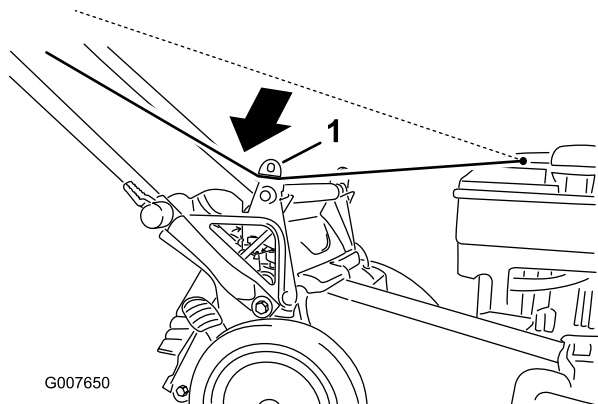

Figura 21
1. Avvolgete il cavo di avviamento attorno al guidacavo inferiore (Figura 21).